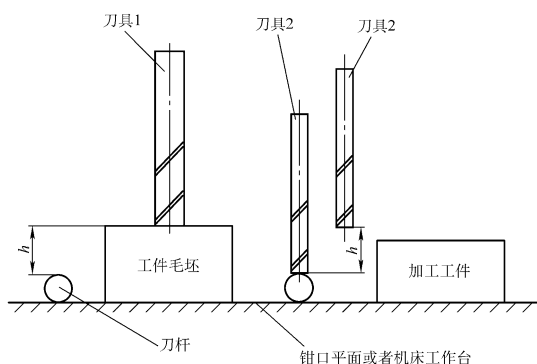

图 2-47 换刀示意图
一般来讲，在进行第一把刀对刀时，工件坐标系 G54 的 Z 轴设定为工件毛坯上表面。此时，用刀杆测量出工件毛坯上表面到某个基准平面（如平口钳的钳口平面或机床工作台平面）的距离  $h$ 。 $h$  在整个加工过程中是一个固定值，并不随加工表面的铣削而改变。第一把刀加工完后，卸下刀具，换上第二把刀，以同一把刀杆来测量第二把刀在基准平面时的 Z 轴机床坐标系的数值，然后向上移动  $h$ ，就能够保证第二把刀仍旧在工件坐标系 G54 的  $Z=0$  平面上，如图 2-47 所示。
1) 如图 2-47 所示，用第一把刀  $\phi 10$  刀加工时，G54 的  $Z=-350.293$ ，第一把刀加工完以后，先不拆下，用一把  $\phi 8$  刀的刀杆过渡，将刀杆放在平口钳的钳口位置来回滚动，用手轮的 Z 向来调整第一把刀  $\phi 10$  刀的高度，让第一把刀  $\phi 10$  刀的刀尖刚好能够通过  $\phi 8$  刀的刀杆，记下此时 Z 轴的机床坐标系（MCS）的读数  $Z'$ ，假设  $Z'=-366.458$ 。